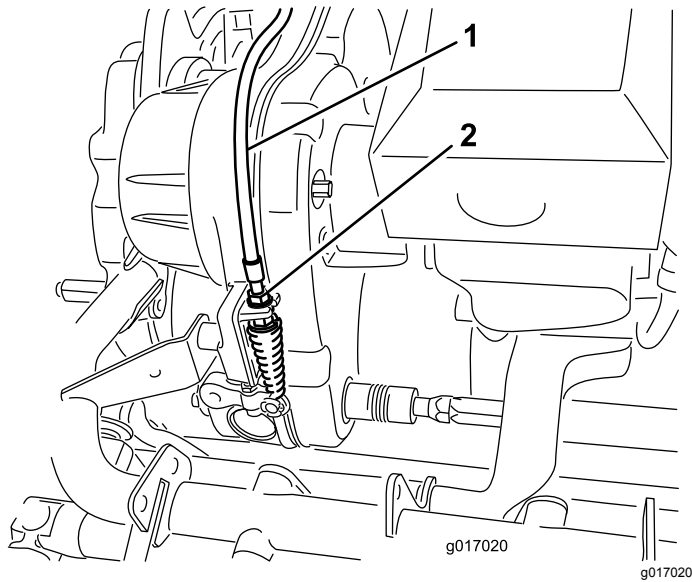

图49
2. 在变速箱隔板上调整滚刀控制装置拉线图49使弹簧长度达到 70.672.4mm。